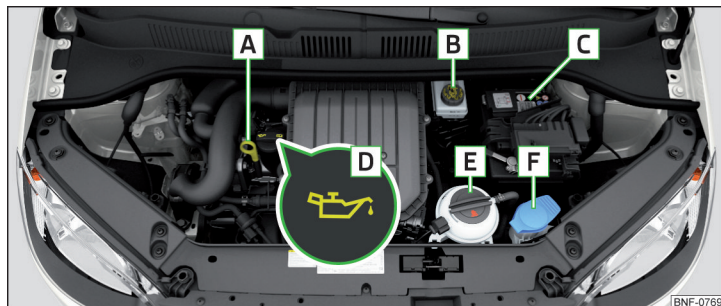

Fig. 107 Eksempel på placering i motorrummet
- Skru dækslet af motoroliepåfyldningsåbningen **D** » Fig. 107 på side 96.